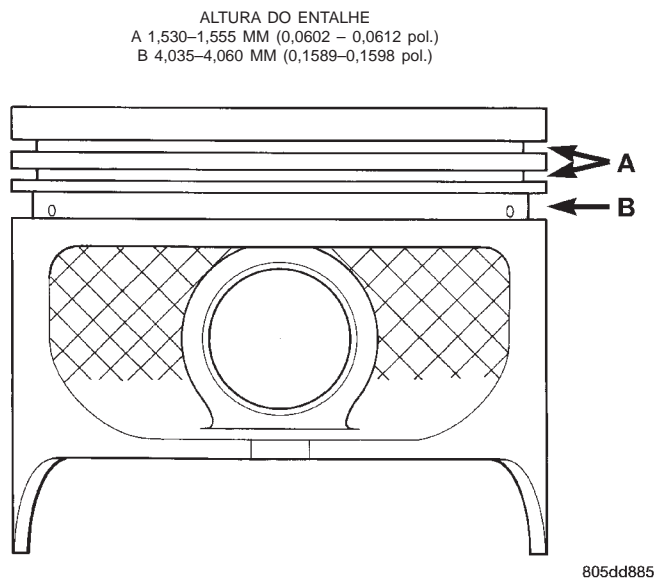
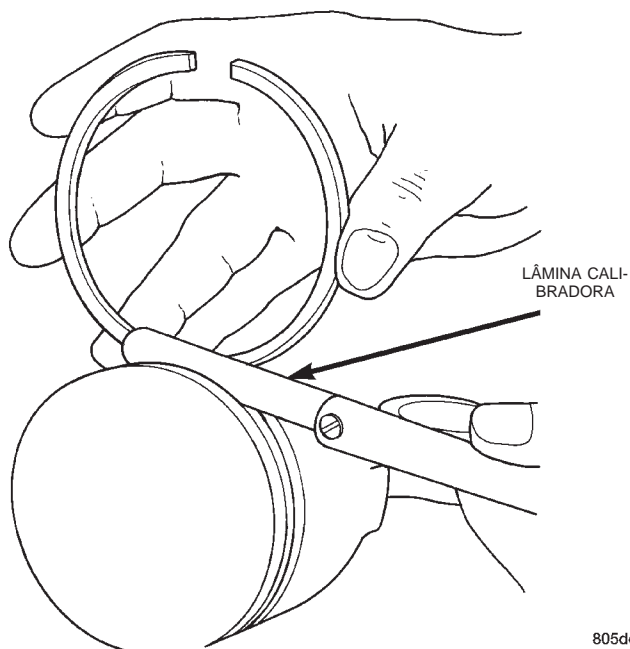

Fig. 8 Dimensões do Pistão
Fig. 9 Medida da Folga Lateral do Anel
(1) Limpe cuidadosamente o carbono dos entalhes do anel. As aberturas de drenagem de óleo no entalhe do anel de óleo e o ressalto do pino devem estar limpos. NÃO remova o metal dos entalhes ou saliências. Isto irá alterar as folgas do anel aos entalhes e danificar o assentamento do anel à saliência.
(2) Certifique-se de que os entalhes do anel do pistão estejam livres de ranhuras e rebarbas.
(3) Meça a folga lateral do anel com uma lâmina calibradora bem ajustada entre a saliência do anel e o anel (Fig. 8) (Fig. 9). Gire o anel no entalhe. Ele